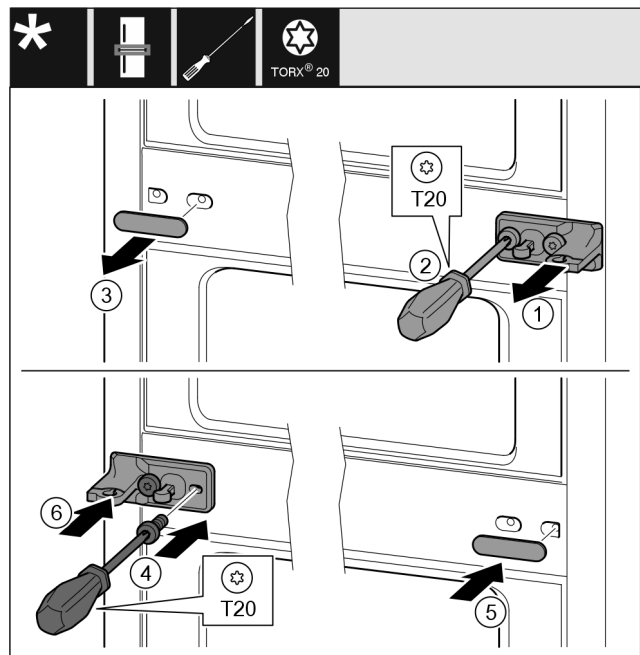

Fig. 11
- ▶ Skru av skiven. Fig. 11 (1)
- ▶ Skru ut skruene med skrutrekker T20. Fig. 11 (2)
- ▶ Trekk deksel forsiktig av. Fig. 11 (3)
- ▶ Skru fast lagerbukken med folie, dreid 180°, på den andre siden. Fig. 11 (4)
- ▶ Monter dekselet, dreid 180°, på den andre siden. Fig. 11 (5)
- ▶ Skyv skiven på forfra. Fig. 11 (6)